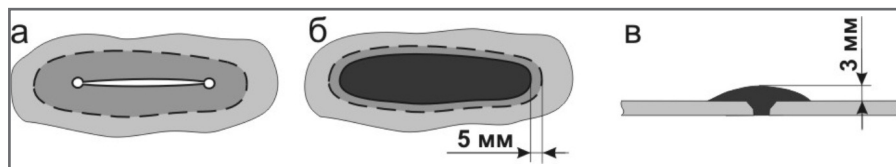

рис. 24
- Если повреждение имеет форму пореза или трещины, на концах вырезать небольшие отверстия (снять напряжения) (Рис. 24а).
- Прикатать сырую резину толщиной 1 мм в 2-3 слоя, оставив вокруг приблизительно 5 мм зачищенной поверхности (Рис. 24б, 24в).